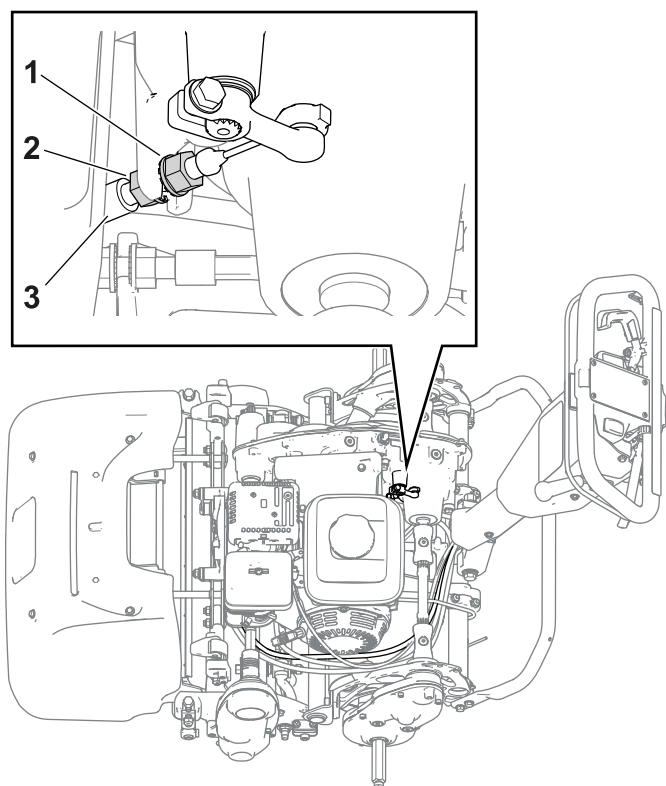

Figura 35
- Para aumentar a tensão do cabo, desaperte a porca de retenção frontal do cabo e aperte a porca de retenção traseira (Figura 35). Repita o passo 2 e ajuste a tensão, se necessário.
- Para diminuir a tensão do cabo, desaperte a porca de retenção traseira e aperte a porca de retenção frontal (Figura 35). Repita o passo 2 e ajuste a tensão, se necessário.